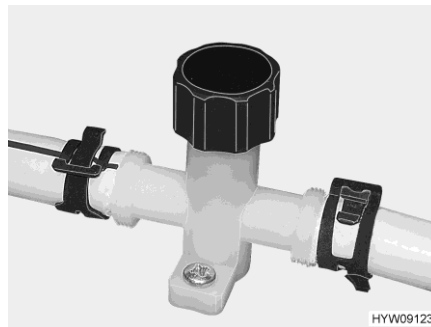
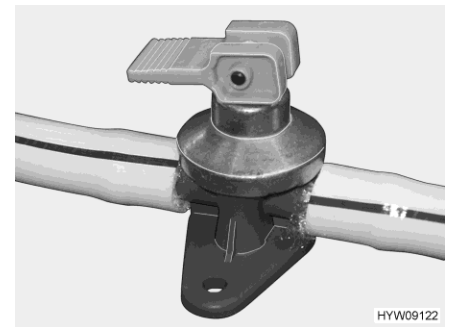

Fig. 177 Llave de desagüe (tubería de agua)
Fig. 178 Llave de desagüe (caldera Alde)
- Cerrar las llaves de desagüe. Para ello, girar el capuchón (Fig. 177) en sentido de las agujas del reloj y colocar el balancín (Fig. 178) en posición horizontal.
- Abrir las llaves de desagüe. Para ello girar el capuchón (Fig. 177) en sentido contrario a las agujas del reloj y colocar el balancín (Fig. 178) vertical.